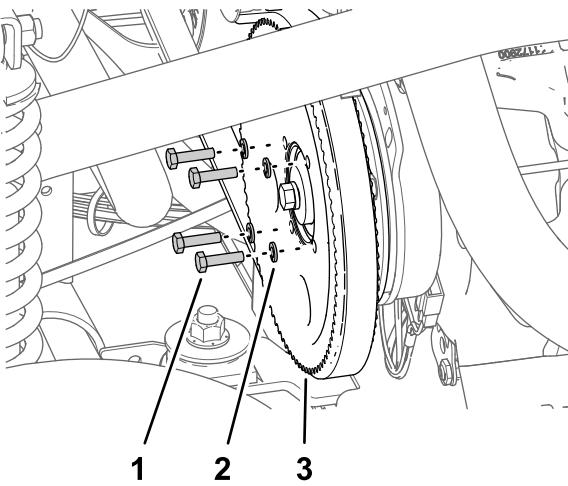

Figure 181
3. Retirez les 4 boulons (1/4" x 1") et les 4 rondelles frein (1/4") qui fixent la poulie à la pompe de pulvérisation (Figure 181).